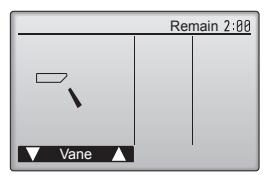

Fig. 8-4
- Premere il pulsante [SCEGLI] per visualizzare lo schermo di funzionamento dei deflettori, quindi premere i pulsanti [F1] e [F2] per verificare il deflettore automatico. (Fig. 8-4)